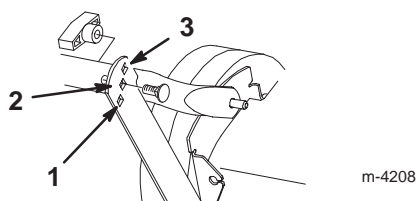

Figure 15
1. Retirer les boutons et boulons de fixation du mancheron inférieur aux pattes de support (Fig. 15).
2. Rattacher le mancheron aux pattes de support à l'aide des deux boutons et des deux boulons insérés par l'extérieur dans les trous qui conviennent le mieux à la hauteur de l'utilisateur (Fig. 15).
La hauteur du mancheron peut être réglée dans trois positions: haute, moyenne et basse (Fig. 15). Choisir la position la plus confortable pour l'utilisateur.